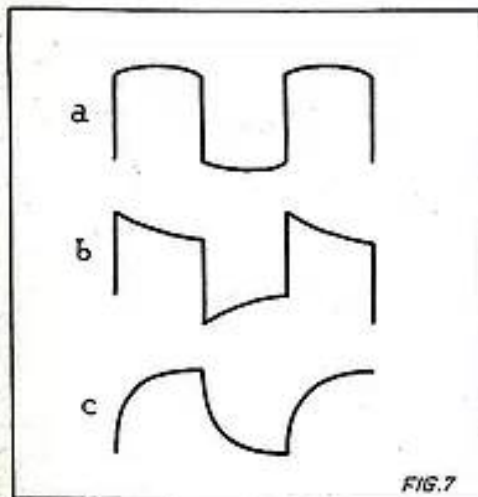

FIG. 7. — Les trois déformations principales pouvant survenir dans la traversée d'un amplificateur moyen.
- des parties horizontales bien droites, sans incurvation, sans creux ni bosse (contrairement à notre fig. 7 a),
- des parties horizontales, bien horizontales, et non inclinées (fig. 7 b) et aussi des parties verticales, bien perpendiculaires aux précédentes,
- des angles très droits et ne présentant pas les arrondis de notre figure 7 c.
carré. Par suite du coefficient de self-induction de la bobine, et même de la constante de temps de tout le circuit, il faut au courant, pour atteindre sa valeur normale — ou seulement les trois cinquièmes de cette valeur — un certain temps après la mise en place du potentiel. Ce même courant hésitera également avant de disparaître après suppression de la source de tension. La présence d'une telle self conduira donc à deux sortes de déformations, portant sur les parties horizontales : inclinaison vers la droite (fig. 7 b) (indice de perte), sorte de dôme (fig. 7 a) (indice de suramplification). Bien qu'il soit difficile